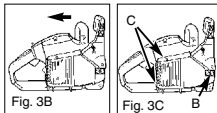

Fig. 3B
1. Assurez-vous que le levier du CHAIN BRAKE n'est PAS ENGAGÉ. (Fig. 3B)